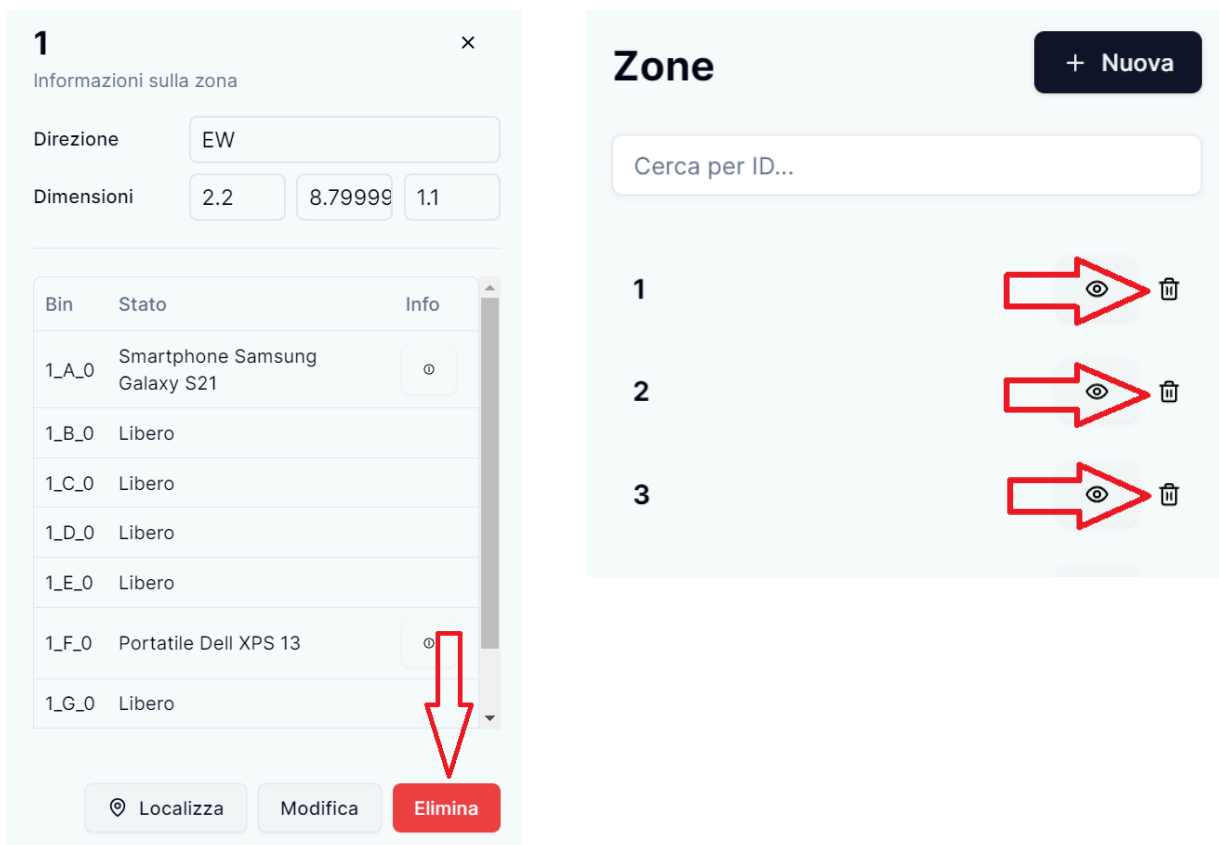

Figura 20: Pulsante “Elimina” di eliminazione zona (sinistra) e pulsanti “cestino” di eliminazione zona (destra)
- il pulsante rosso contenente la scritta “Elimina” contenuto nella parte inferiore del pannello relativo alla visualizzazione delle informazioni di una zona (Figura 20 sinistra);
- il pulsante contenente l'icona raffigurante un cestino (Figura 20 destra) presente nella lista delle zone (Sezione 3.3.1) nella riga corrispondente alla zona da eliminare.